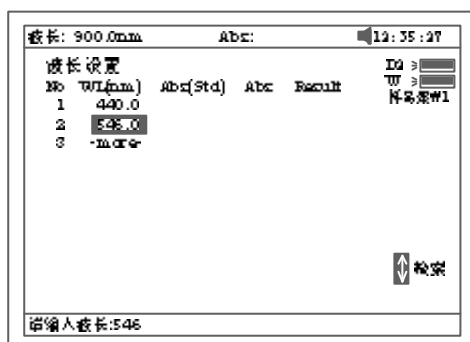

图 90
- a. 图 89 中按【SET】可选择在何种波长下进行光度精度验证。输入波长后，按【ENTER】确认。波长可以是一个，也可以是多个。图 90 示。